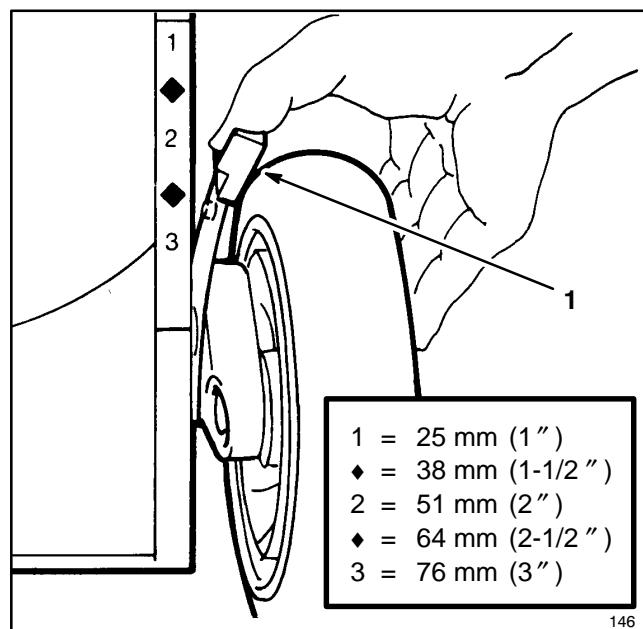

Abbildung 14
Schnitthöhen-Einstellhebel zum Rad hin drücken und auf die gewünschte Schnitthöhe einstellen (Abb. 14). Sicherstellen, daß der Stift des Einstellhebels in die Nute am Gehäuse einraset. Alle Räder auf die gleiche Höhe einstellen.
2. Alle vier Räder auf die "3"-Schnithöheninstellung bringen (Abb. 14).
2. Alle vier Räder auf die "3"-Schnitthöheneinstellung bringen (Abb. 14).